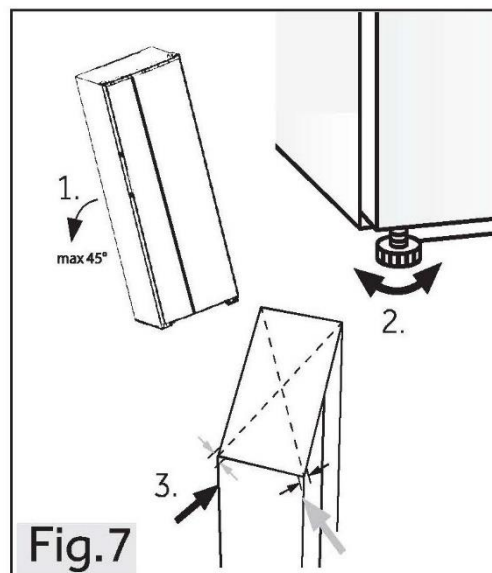

Fig.7
1. Incline el electrodoméstico ligeramente hacia atrás (Fig. 7).